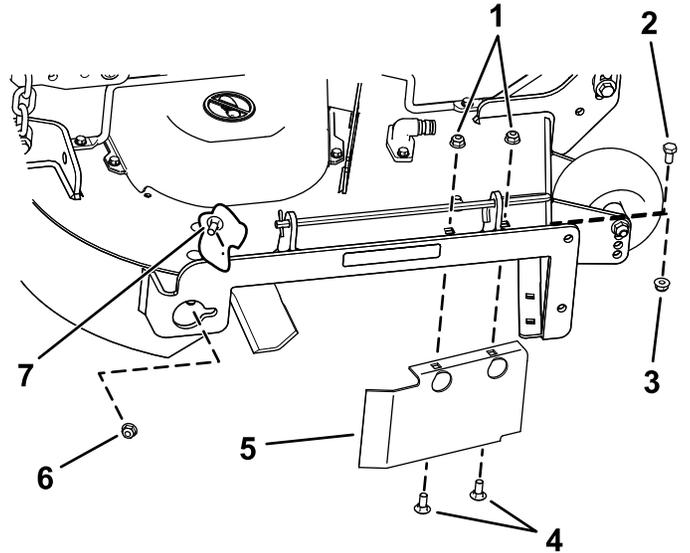

Bild 36
8. Entfernen Sie die Schlossschraube (5/16" x 3/4") und die Sicherungsmutter (5/16") an der Rückwand des Mähwerks, mit denen das Ablenkblech am Mähwerk befestigt ist (Bild 36).
9. Ermitteln Sie den Ablenkblechschutz an der vorderen Kante der Seitenauswurföffnung (Bild 36).
10. Entfernen Sie die Befestigungen, mit denen die Ablenkblechschutzvorrichtung und das rechte Ablenkblech am Mähwerk befestigt sind (Bild 36).